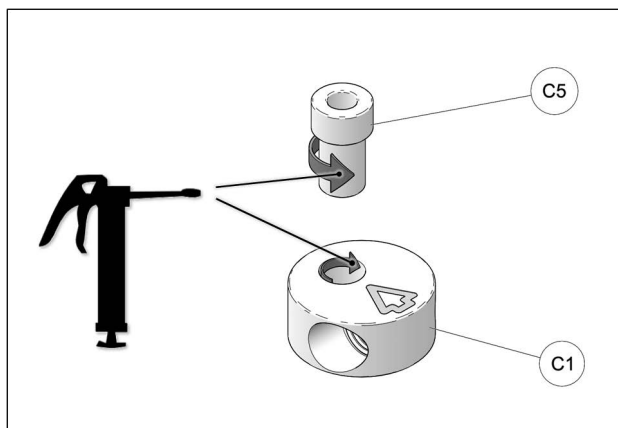

Fig. 27
13. Graisser les bagues (**C5**). Graisser uniformément la circonférence de la bague et son logement dans le disque en aluminium (**C1**). Voir la Fig. 27